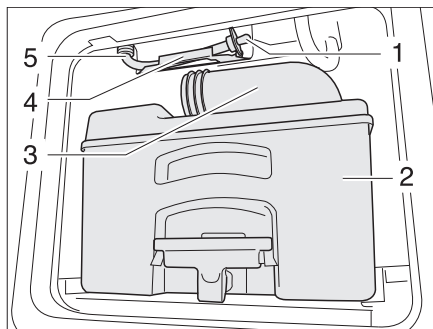

Fig. 392 Conduzione di scarico serbatoio dell'acqua toilette
- Svuotare e pulire la cassetta (Fig. 392,2) in un punto di smaltimento appositamente previsto.
- Far aprire i bocchettoni di scarico (Fig. 392,3).
- Prendere la conduzione di scarico (Fig. 392,5) dal supporto (Fig. 392,4).
- Togliere il tappo di scarico (Fig. 392,1) e far defluire l'acqua residua.